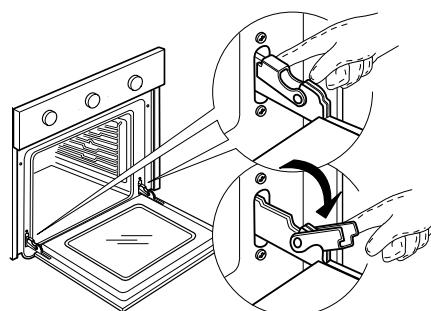

Fig. 1
2. Sollevare le leve di arresto delle cerniere e spingerle in avanti fino al fermo (Fig. 1).